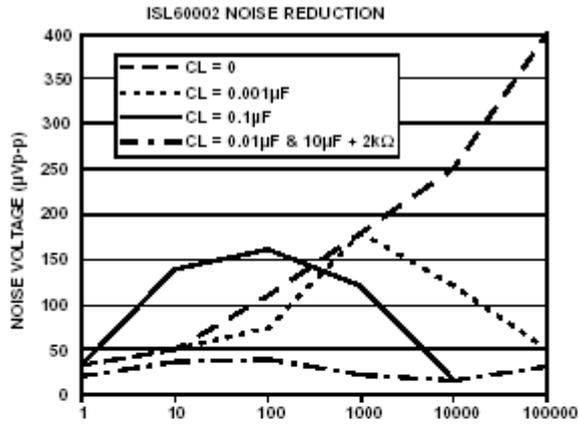

FIGURE 2.
0.1Hz 到 10Hz 带宽下，输出噪声电压的典型值是  $30 \mu V_{p-p}$ 。如典型性能曲线图中所示。噪声量由带通滤波器确定，这一带通滤波器由一个转折频率为 0.1Hz 的单极点高通滤波器和一个转折频率为 12.6Hz 的双极点低通滤波器构成，带宽 9.9Hz。输出上没有电容时，10kHz 到 1MHz 带宽下的噪声近似为  $400 \mu V_{p-p}$ ，如图 2 所示。这些噪声量由一个 2 十进制带通滤波器确定，该滤波器由一个转折频率为 1/10 中心频率的单极点高通滤波器和一个转折频率为 10 倍中心频率的单极点低通滤波器构成。图 2 也展示了在 10kHz 到 1MHz 带宽下的噪声可通过在输出上使用一个  $0.001 \mu F$  的电容减少大约  $50 \mu V_{p-p}$ 。在输出上使用一个  $0.1 \mu F$  的电容可以进一步降低在 1kHz 到 100kHz 带宽下的噪声，但是在 1Hz 到 100Hz 带宽上的噪声会增加，因为电容负载为  $0.1 \mu F$  的非常低功耗的放大器具有不稳定性。对高于  $0.001 \mu F$  的负载电容，噪声缩减电路如图 3 所示。这一电路网络有效地减少了整个带宽上的噪声。如图 2 所示，使用这个电路网络，将一个  $0.01 \mu F$  的电容和一个  $2k$  的电阻与一个  $10 \mu F$  的电容串联电路的并联，噪声在从 1Hz 到 1MHz 时减少至  $40 \mu V_{p-p}$  以下。